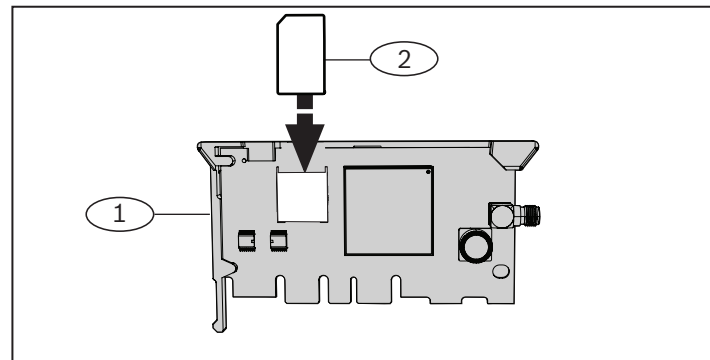

图 2.1: 插入 SIM 卡
2. 将 SIM 卡滑入 SIM 卡固定器, 使 SIM 卡插入模块上的 SIM 卡固定器中, 并验证确定 SIM 卡的金色触点一侧紧贴着模块。请参阅图 2.1。